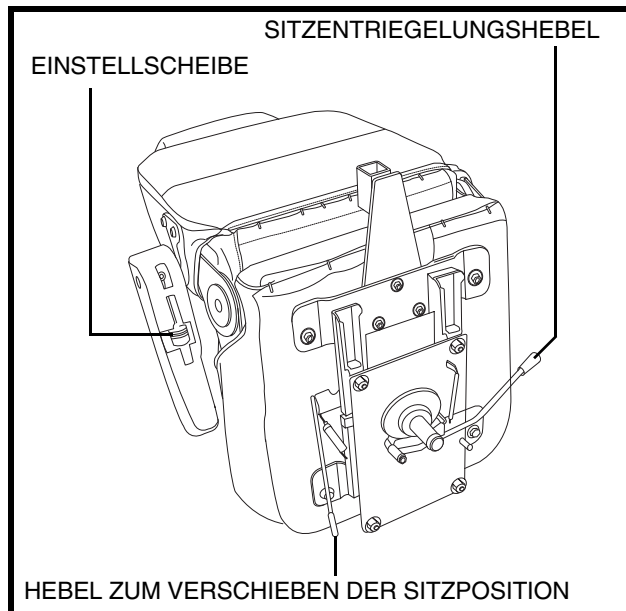

Abb. 17. Sitzeinstellungen
1. Sitzarretierungshebel nach vorne drücken, um den Sitz zu entriegeln. **Siehe Abb. 17.**
Der Abstand zwischen dem Sitz und dem Lenker kann durch das Vorwärts- oder Rückwärtsschiebendes Sitzes eingestellt werden. **Siehe Abb. 17.**
Der Armlehnenwinkel Ihres Elektromobils kann nach oben oder nach unten verstellt werden. **Siehe Abb. 17.** Die Armlehnen werden gehoben oder gesenkt durch das Drehen der Einstellscheiben.